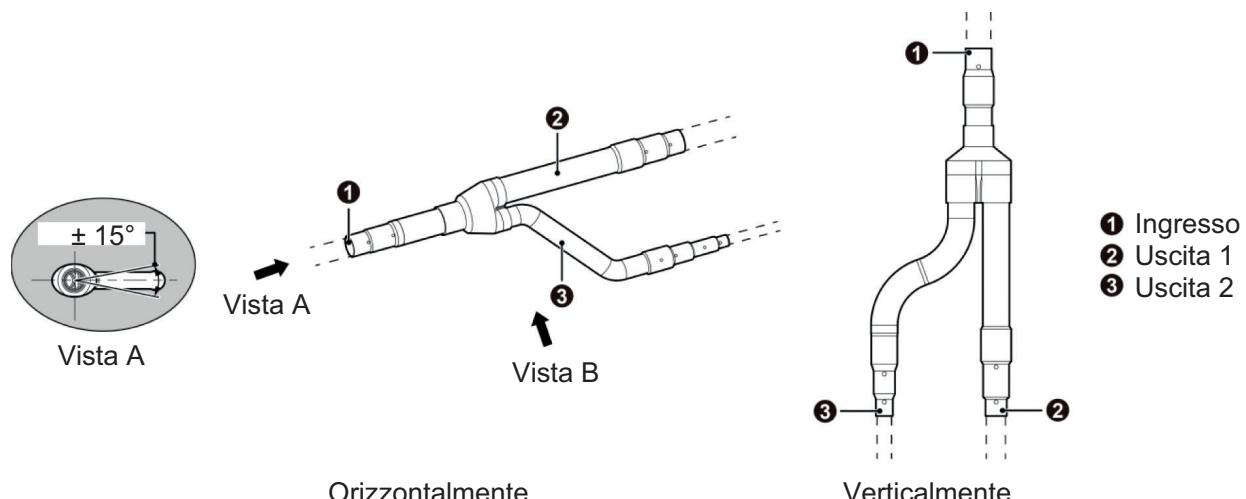

Fig. 4.2.7
(1) La Fig. 4.2.7 mostra la derivazione a "Y". La derivazione a "Y" può essere installata verticalmente oppure orizzontalmente.